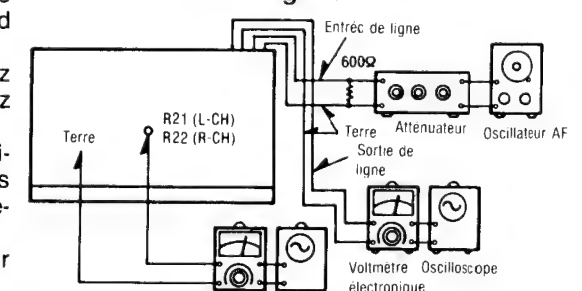

Fig. 11
1. Brancher les appareils comme indiqué dans la Fig. 11.